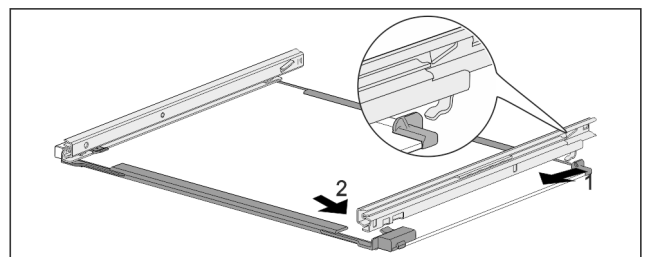

Fig. 158 Siinidega klaasplaat
- ▶ Riputage siin taga külge. Fig. 158 (1)
- ▶ Riputage siin ees külge. Fig. 158 (2)